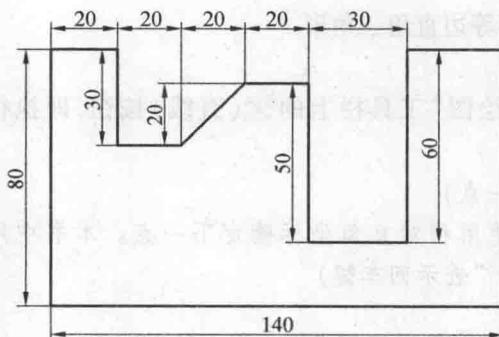

图 2.3 多边形 1
3. 用 LINE 命令绘制如图 2.3 所示尺寸的多边形。绘图步骤如下: